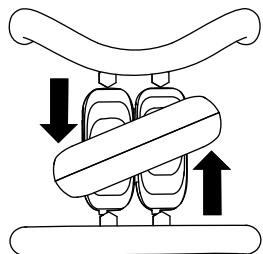

Bild 9
- Drehen Sie den Fahrantriebshebel nach links, um nach links zu fahren (Bild 9).